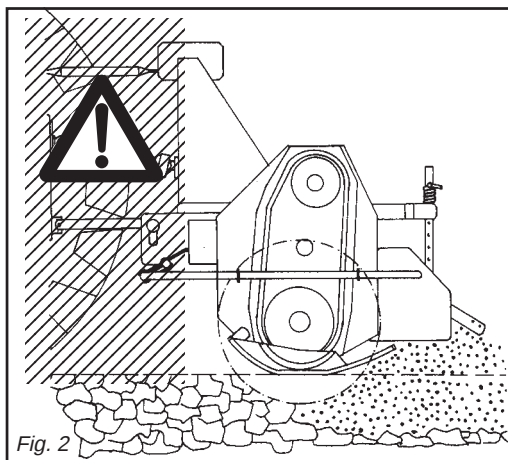

Fig. 2
- 24) *It is absolutely forbidden to stand between the tractor and the implement (Fig. 2) when the engine is running and the cardan shaft is engaged without having first engaged the hand brake and placed a block or stone under the wheels to prevent them from moving.*
- 24) Es ist absolut verboten, bei laufendem Motor und eingeschalteter Gelenkwelle zwischen den Schlepper und das Gerät zu treten (Abb. 2). Dazu muß die Feststellbremse gezogen werden und unter die Räder ein Bremskeil oder ein großer Stein gelegt worden sein.
- 24) *Il est absolument interdit de se mettre entre le tracteur et l'appareil (Fig. 2) quand le moteur est en marche et le cardan enclenché, sans avoir tiré le*
- 24) Está terminantemente prohibido colocarse entre el tractor y el equipo (Fig. 2) con motor encendido y cardán inserido, o sin haber accionado el freno de estacionamiento y de colocar, debajo de las ruedas, una piedra u otro elemento de bloqueo.
- 28) È assolutamente vietato interpersi fra il trattore e l'attacco della zappatrice per manovrare il comando dall'esterno per il sollevamento (Fig. 2).
- 28) It is absolutely forbidden to stand between the tractor and the implement when manoeuvring the lift control from the outside (Fig. 2).
- 28) Es ist absolut verboten, zwischen den Schlepper und den Anschluß zu treten, um die Aushebung von außen zu betätigen (Abb. 2).
- 28) Il est absolument interdit de se mettre entre le tracteur et l'attelage pour manoeuvrer la commande de relevage de l'extérieur (Fig. 2).